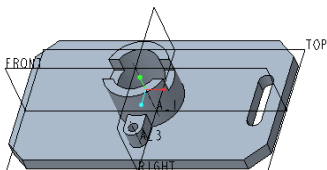

图 5-3 原始模型
① 在“快速访问”工具栏中单击“打开”按钮，弹出“文件打开”对话框，选择配套文件“bc_5_copy.prt”，然后在“文件打开”对话框中单击“打开”按钮。在该文件中存在着的原始实体模型如图 5-3 所示。